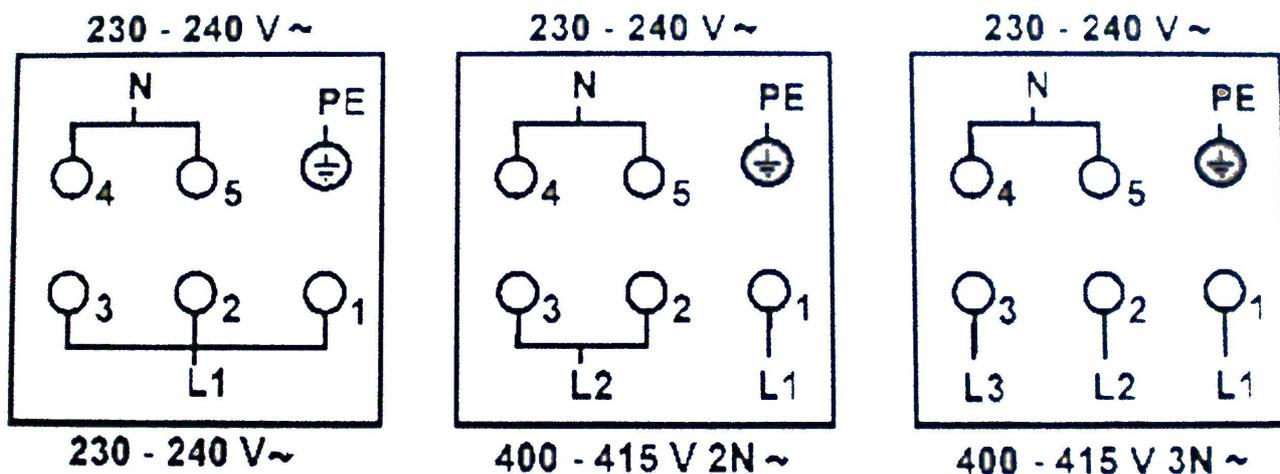

Fig. 11
- b) Retirez les cavaliers de raccordement et les repositionner selon la configuration adaptée en suivant le schéma de la fig. 11 (également apposée sur le caisson).